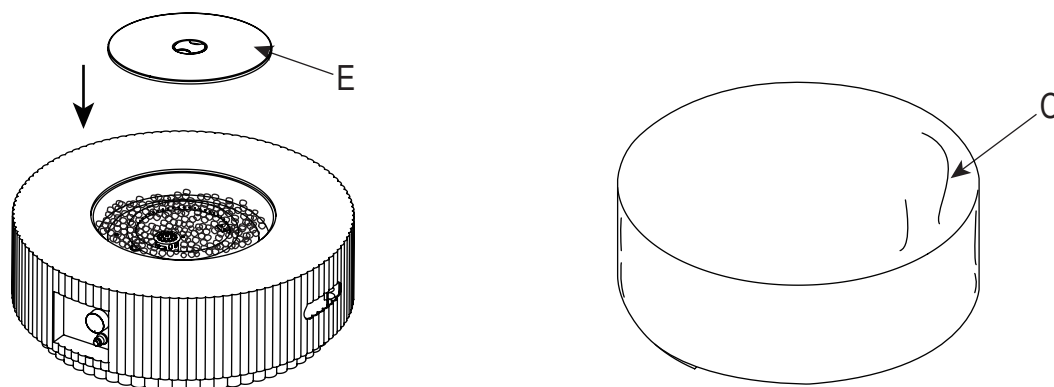

Figure 6
6. Une fois que le foyer a complètement refroidi, placez soigneusement le couvercle (E) sur le bol de feu et utilisez la couverture contre les intempéries (C) pour protéger votre foyer des éléments (voir la figure 6).